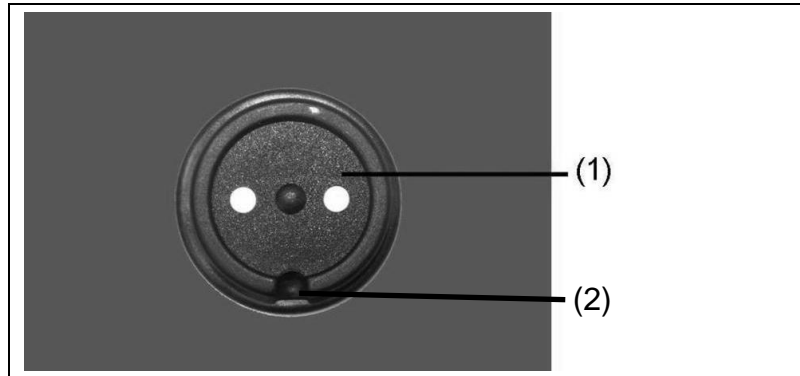

Abb. 5-10: MagCode Ladestrom-Steckdose
1. MagCode-Stecker der externen Ladeeinrichtung (z. B. Batterieladegerät) anhand der Arretierung (Abb. 5-10-(2)) ausrichten.
2. Stecker auf die MagCode-Steckdose (Abb. 5-10-(1)) aufsetzen.